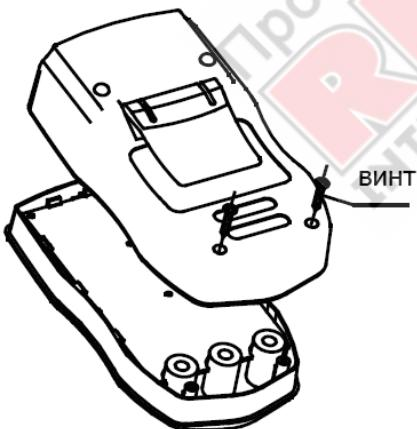

Рис. 8
B. ЗАМЕНА БАТАРЕИ ПИТАНИЯ (См. рис. 8)
C. ЗАМЕНА ПРЕДОХРАНИТЕЛЕЙ (См. рис. 8)